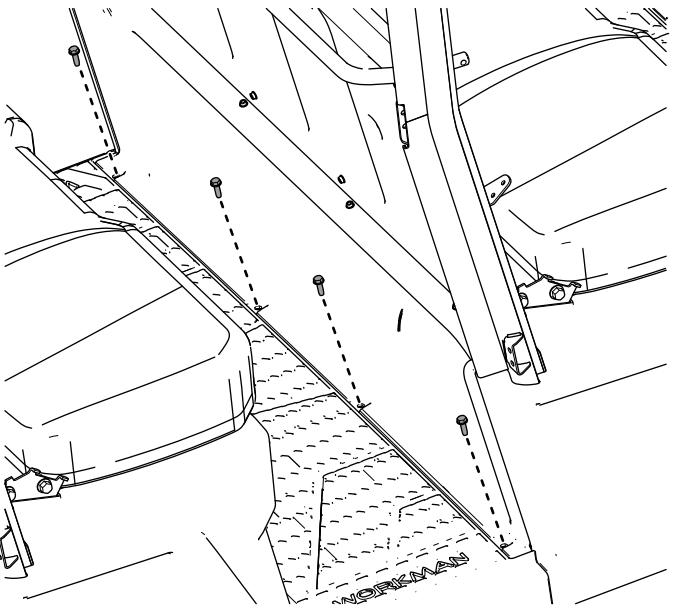

図 51
24. フットウェルの下部を固定する先ほど外した六角ワッシャヘッドボルト5/16 x 1"4本を使用して図51のように取り付ける。